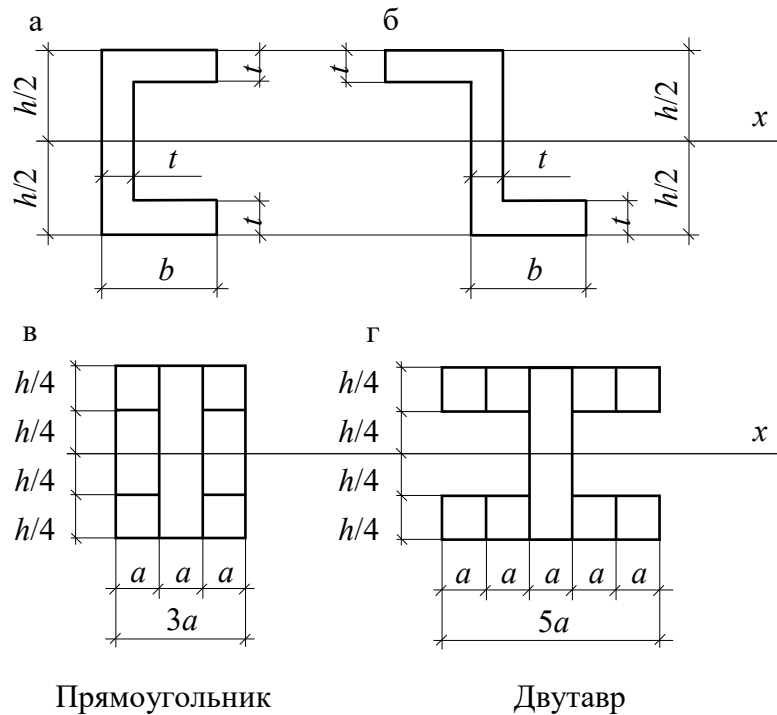

Рис. 4.
30. Сравните площади и моменты инерции фигур относительно оси  $x$  (рис. 4).